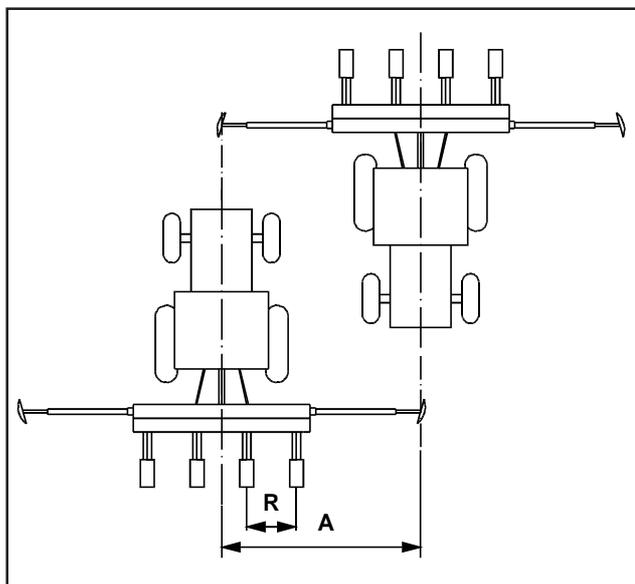

Рис. 6.22
6.4.3 Расчет длины маркера колеи для создания следа для середины корпуса тягача (Рис. 6.22).